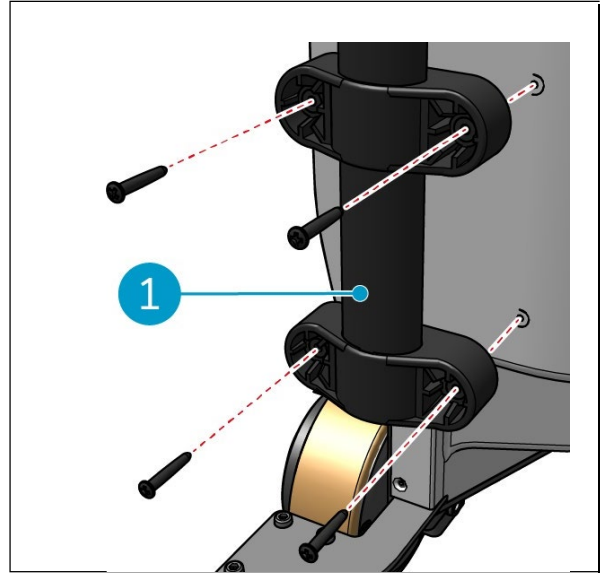

Figura 17
1. Instale ambas asas del carro (Figura 17, pos. 1) en el i-walk con un destornillador de estrella.